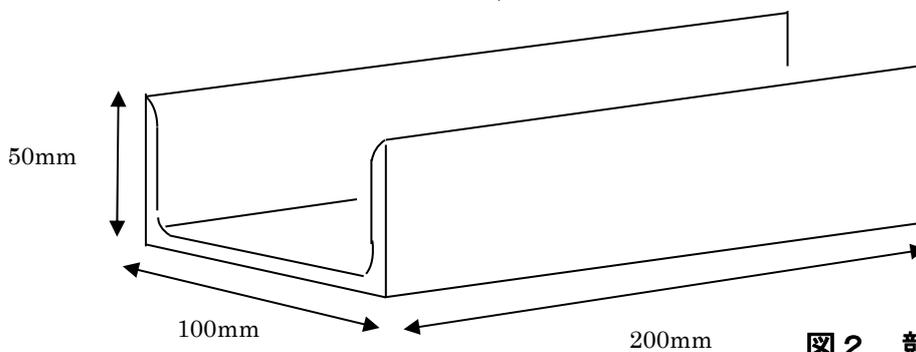

図 2 競技材台の形状
- (6) 溶接による変形は、逆ひずみ法によって防ぐものとする。
- (7) エンドタブは使用禁止とする。又、捨て金を使用して連続溶接を行ってはならない。
- (8) 競技材台は、主催者が準備したものをを使用すること(P3の図2を参照)。
- (9) 練習材は、作業台に準備されている競技材台を使用し、練習を行ってもよい。
- (10) 溶接は、タック溶接(仮付)部を除いて片面溶接とし、裏面から溶接をしてはならない。
- (11) 溶接方向は、左進、右進又はそれらの混用のいずれでもよい。ただし、1パス中の混用は認めない。
- (12) 溶接層数及びパス数は自由とする。
- (13) 溶接中及び溶接後において、変形の矯正は禁止する。
- (14) たがねは、スラグやスパッタを取るために使用するのはいいが、溶接金属をはつき取る目的で使用してはならない。